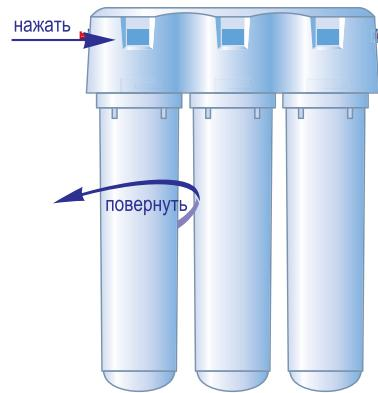

Рис. 3
- нажав до упора и удерживая стопорную кнопку на крышке водоочистителя, выкрутите использованный фильтрующий модуль против часовой стрелки (рис. 3);
- вставьте новый модуль в блок коллекторов до упора и, слегка надавливая, поверните модуль по часовой стрелке до щелчка (рис. 3);